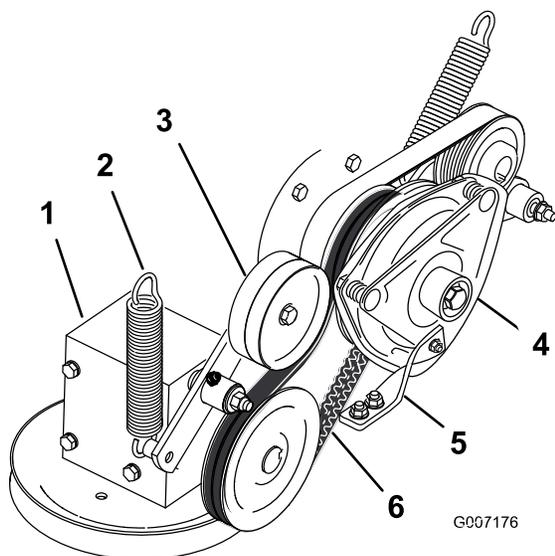

**Figura 69**
3. Inclinate il sedile in avanti, allentate i bulloni e togliete il pannello anteriore del motore (Figura 69).